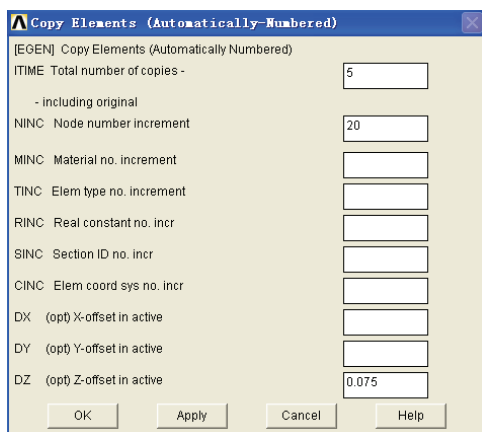

图 6-77 复制单元对话框
5) 选择 Main Menu | Preprocessor | Modeling | Copy | Elements | Auto Numbered 命令，出现 Copy Elms Auto-Num 菜单，单击 Pick All 按钮，出现 Copy Elements (Automatically-Numbered) 对话框，参照图 6-77 对其进行输入，单击 OK 按钮关闭该对话框。